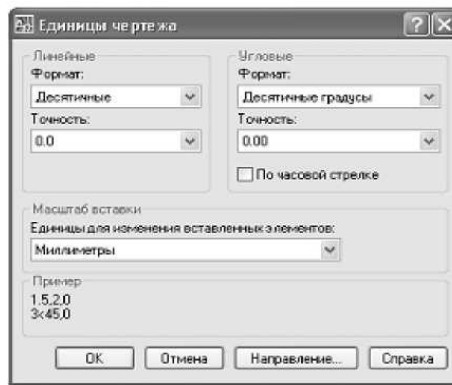

Рис.3 Диалоговое окно Единицы чертежа (DrawingUnits) после настройки параметров единиц измерений
2. Выберите из раскрывшегося списка элемент 0.00. Теперь параметры диалогового окна Единицы чертежа (DrawingUnits) показывают, что в чертеже будет использоваться система десятичного представления линейных единиц (Десятичные (Decimal)) с точностью 0.1 мм и система десятичного представления угловых единиц, выраженная в градусах и десятичных долях градуса (Десятичные градусы (DecimalDegrees)), с точностью 0.01 градуса (рис.3).